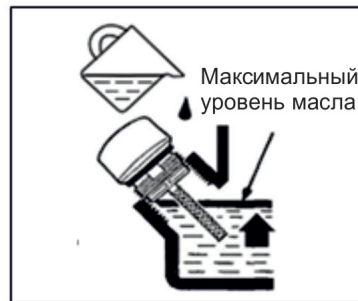

Рис. 5
3. Через маслозаливную горловитну залейте моторное масло в картер двигателя до уровня нижней кромки маслозаливной горловины (рис. 5).